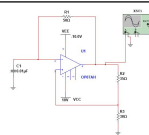

Рис.1
3. По каким цепям происходит заряд и перезаряд конденсатора (см. рис. 1)?